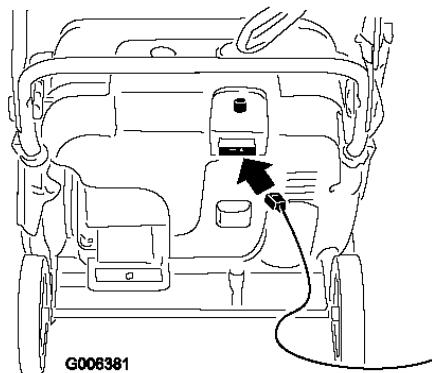
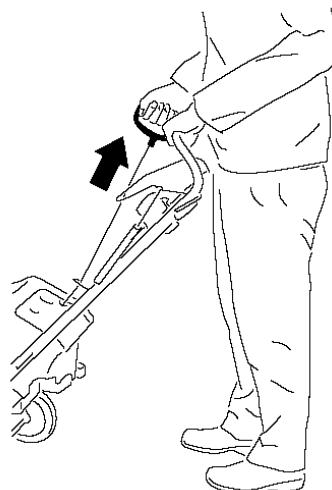

Рисунок 14
Рисунок 15
4. Подключите снегоуборщик к источнику питания с помощью удлинителя, нажмите кнопку электростартера (только для модели 38577) (Рис. 14), или потяните рукоятку пускового шнура (Рис. 15).